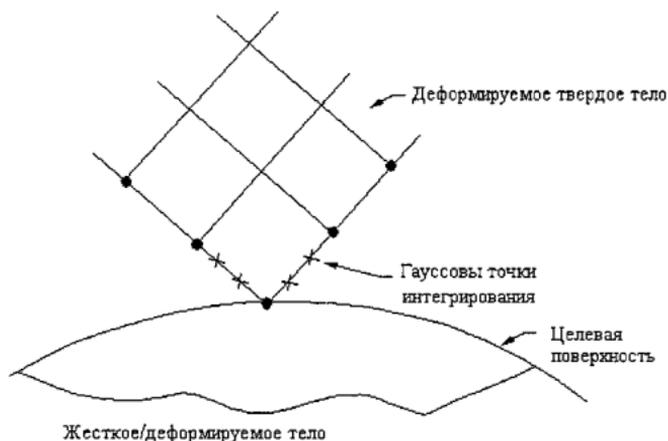

Рис. 13. Местоположение точки определения контакта по узловой точке
Контактные элементы "поверхность-поверхность" используют точки численного интегрирования по методу Гаусса (по умолчанию), которые обеспечивают более точные результаты, чем узловая схема интегрирования Newton-Cotes/Lobatto, которая использует свои собственные узлы как точки интегрирования. Используйте KEYOPT(4) для выбора метода, который Вы хотите применить. Эта опция действует только для низкопорядковых контактных элементов (CONTA171 и CONTA173). Тем не менее, использование собственных узлов, как точек интегрирования, должно применяться только для задач углового контакта (смотрите рисунок 13).